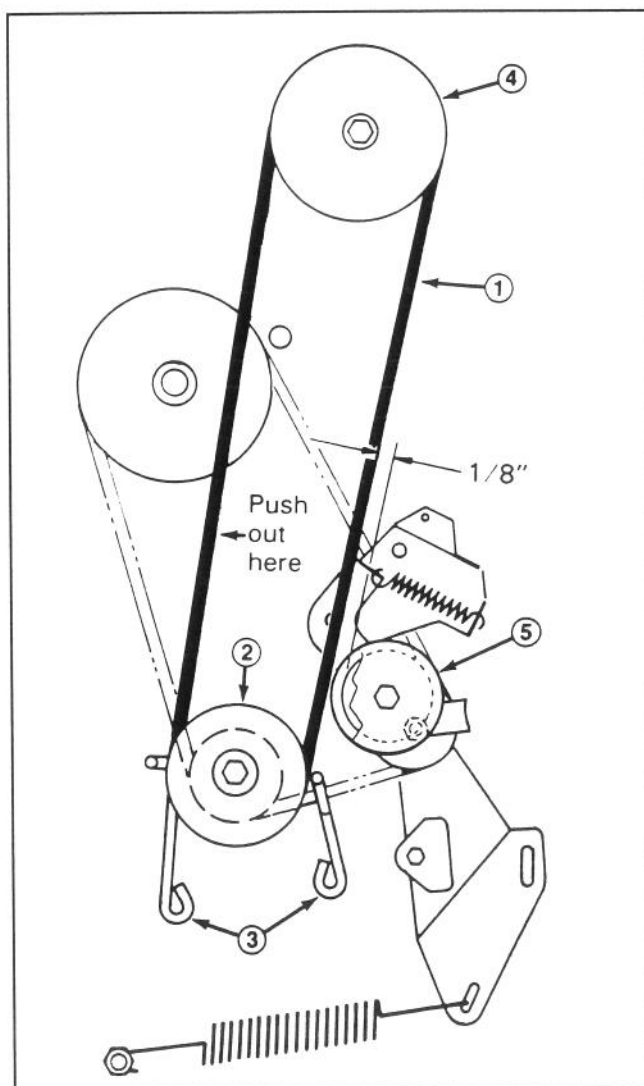

Fig. 15
7. Allentate le viti mordenti che fissano i guidacinghia della puleggia del motore, ed allontanate i guidacinghia dalla puleggia. Rimuovete la cinghia dell'apparato falciante dalla puleggia del motore (Fig. 15).
12. Spingendo all'infuori sul bullone (per togliere l'imbandito, Fig. 15), controllate il gioco tra la parte esterna della cinghia e l'interno della puleggia folle. Il gioco dovrebbe essere di circa 3 mm.